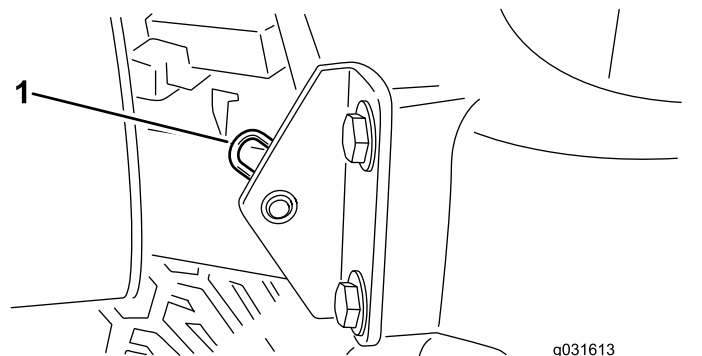

Figura 55
2. Retire el pasador que fija el pivote del capó a los soportes (Figura 55).